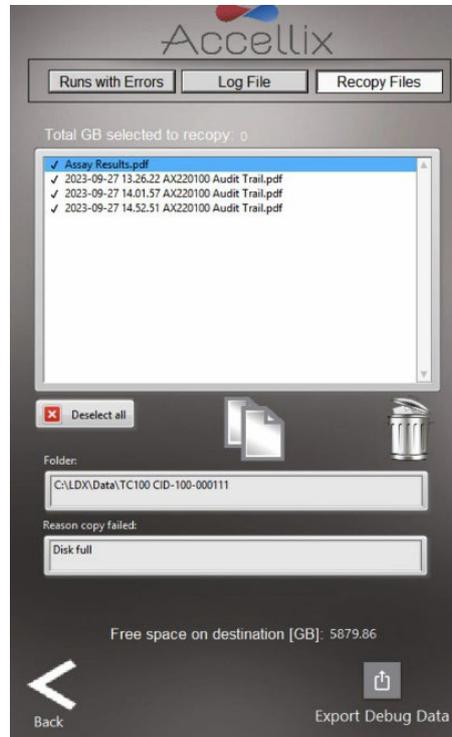

图25：重新复制文件
3. 如果选择了 **Recopy Files**（重新复制文件）选项卡，屏幕将显示所有之前未复制的数据文件（图 25 图 25）。